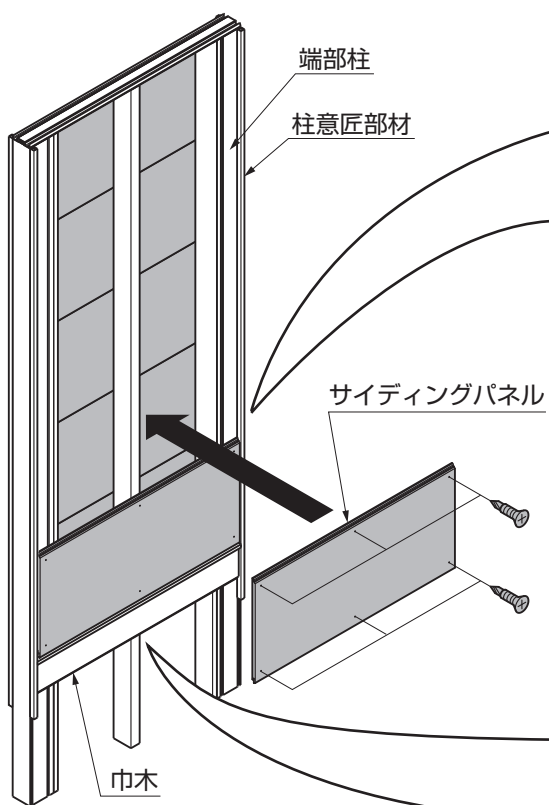
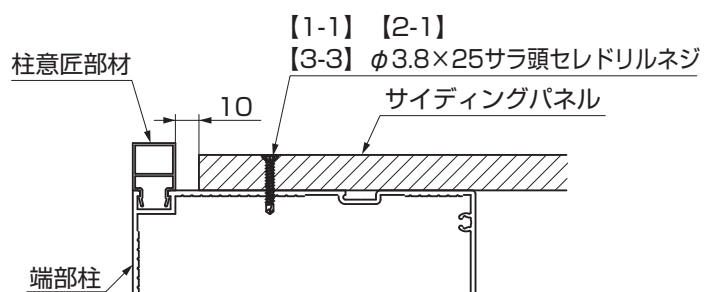
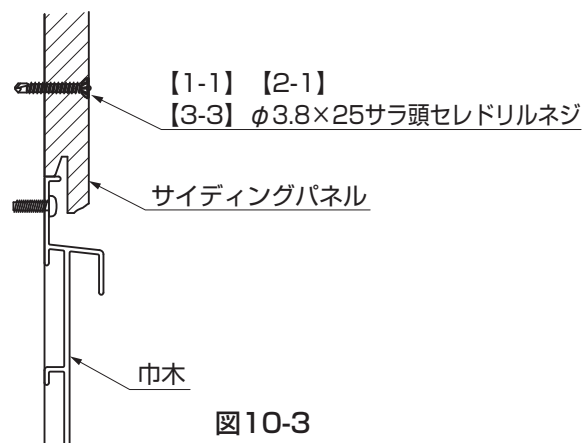

図10-1
図10-2
図10-3
①サイディングパネルを【1-1】または、【2-1】、【3-3】で取付けてください。(図10-1、図10-2、図10-3参照)